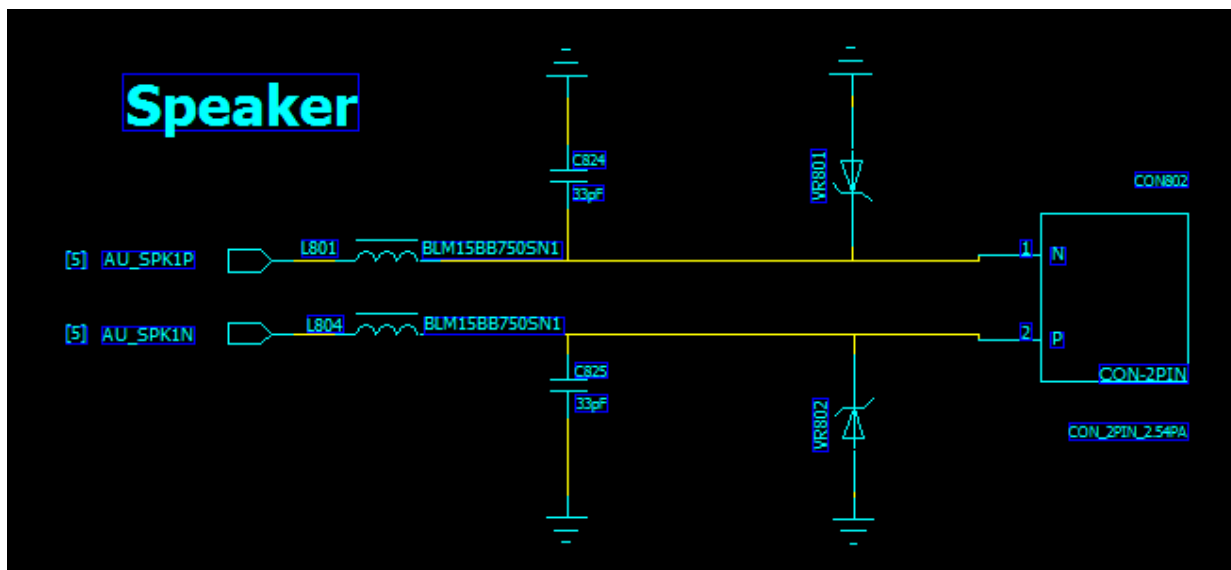

图 3-7
- AU\_SPK1P/ AU\_SPK1N 主要用于喇叭的输出, 其输出功率为 0.7W( 电池电压 3.7V, 负载 8 欧姆), 并可选择工作在 AB 类模式或者 D 类模式 (AB 类的输出功率略低), 其典型应用电路如图 3-7 所示。